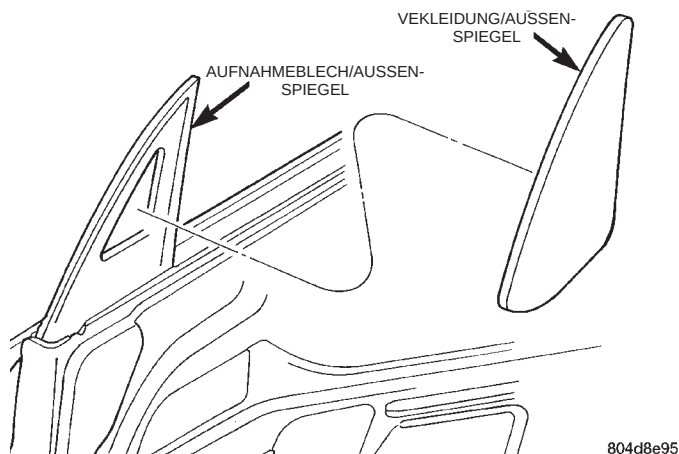
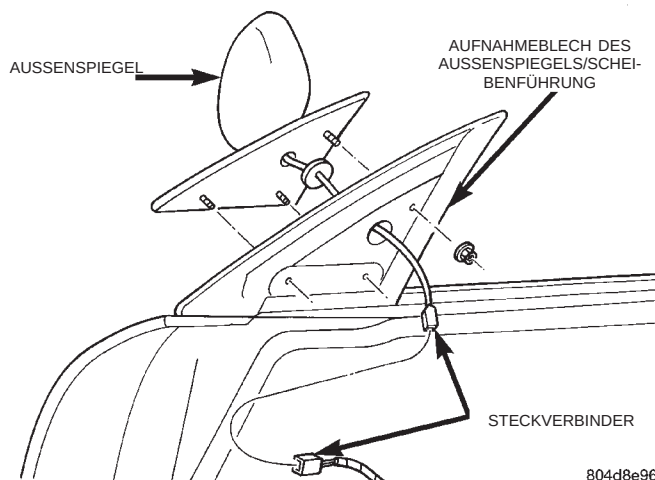

Abb. 26 Verkleidung des Außenspiegels
Abb. 27 Außenspiegel
- (1) Verkleidung des Außenspiegels abbauen (Abb. 26).
- (2) Bei Fahrzeugen mit elektrisch verstellbaren Außenspiegeln, die Türverkleidung abbauen.
- (3) Je nach Ausstattung, Steckverbinder vom Motor der elektrisch verstellbaren Außenspiegel abziehen.
- (4) Je nach Ausstattung, Kabelbaumtülle vom Aufnahmeblech des Außenspiegels abnehmen.
- (5) Haltemuttern lösen, mit denen der Außenspiegel am Aufnahmeblech befestigt ist (Abb. 27).
- (6) Außenspiegel vom Fahrzeug abbauen.